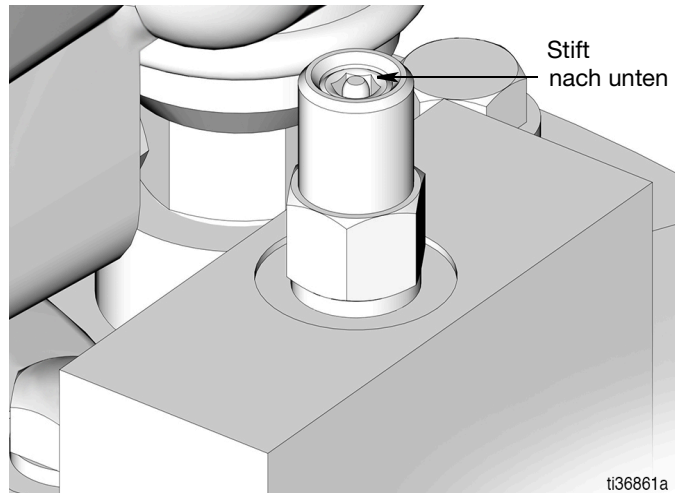

ABB. 19
2. Überprüfen, ob der Stift des automatischen Befüllstopps (S) unten ist, d. h. dass er zurückgesetzt wurde (ABB. 19).